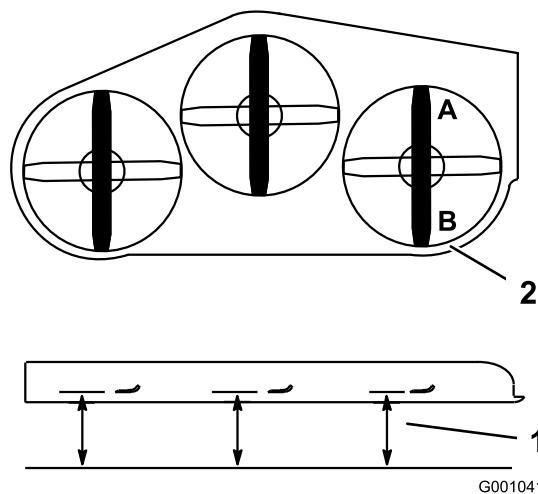

図 85
2. ブレードのうちの1枚を前後方向に向ける。**A**位置と**B**位置で、平らな床面からブレードの刃先までの高さを測る (図 85)。